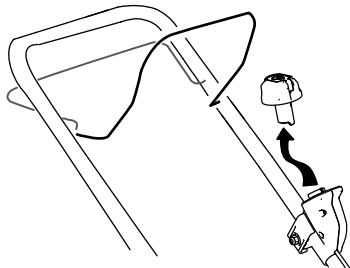

Figure 16
1. Retirez le bouton du démarreur électrique (Figure 16).